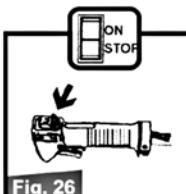

Fig. 26
1. Pulse o interruptor de parar (Fig. 26) na posição 'ON'.